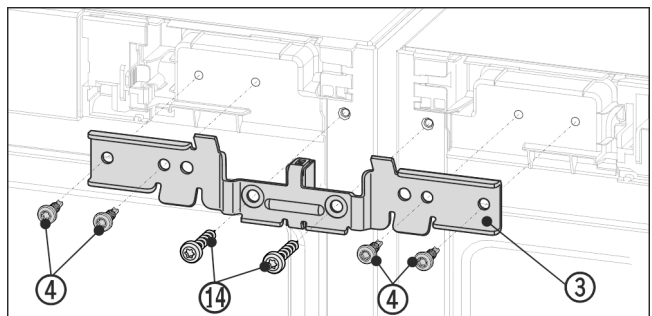

Fig. 12 Примерное отображение
► Надвиньте угол Fig. 12 (3) с помощью распорной детали между устройствами и на цапфы. Слегка прикрутите угол четырьмя винтами Fig. 12 (4) и ранее выкрученными винтами заземления Fig. 12 (14) поочередно справа и слева.